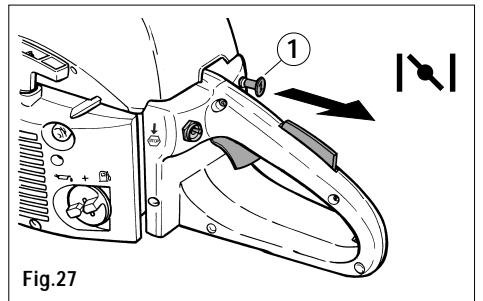

Fig.27
- 3) Tirer à fond le bouton du starter (fig. 27 pièce 1). Enfoncer à fond plusieurs fois le soufflet de la pompe d'amorçage du carburant (fig. 27 pièce 2).